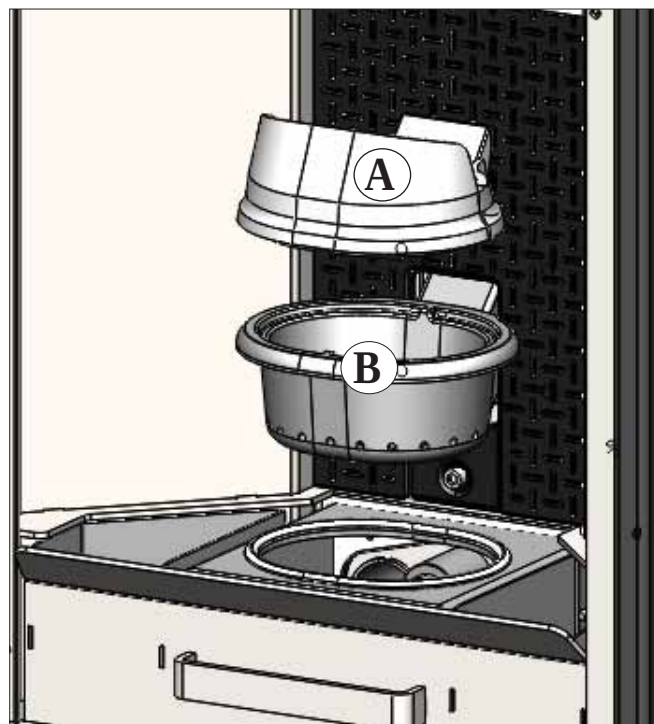
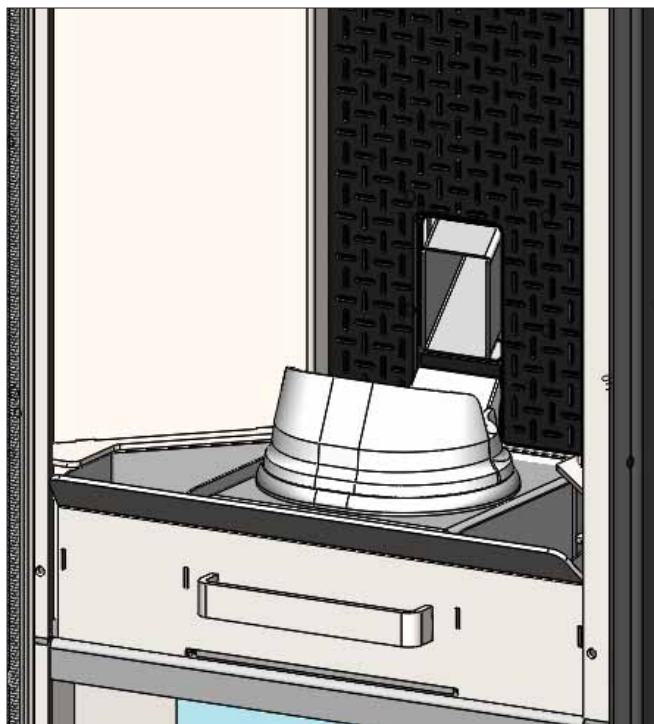

fig. 1
fig. 2
Après le nettoyage normal, il est **PRIMORDIAL** d'assembler correctement le creuset supérieur (A) (fig.1) avec le creuset inférieur (B) (fig. 1) afin de ne pas compromettre le fonctionnement du poêle. Puis, avant l'allumage du poêle, s'assurer que les creusets soient correctement assemblés comme l'indique la fig.2, sans la présence de cendres ou de substances non brûlées sur le périmètre d'appui.